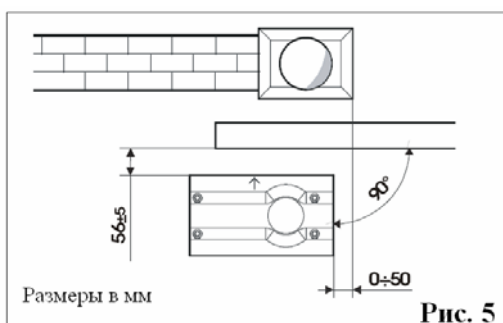
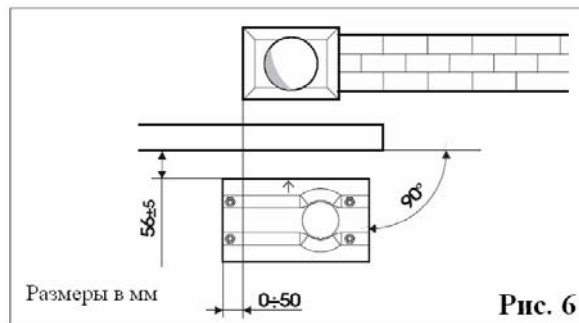

Рис. 5
Рис. 6
2. Плита должна быть расположена в соответствии с рис. 5 (закрывание право) или в соответствии с рис. 6 (закрывание влево), чтобы обеспечивалось правильное зацепление шестерни и зубчатой рейки.
Внимание: Стрелка на плите всегда должна указывать на ворота, см. рис. 5 – 6.